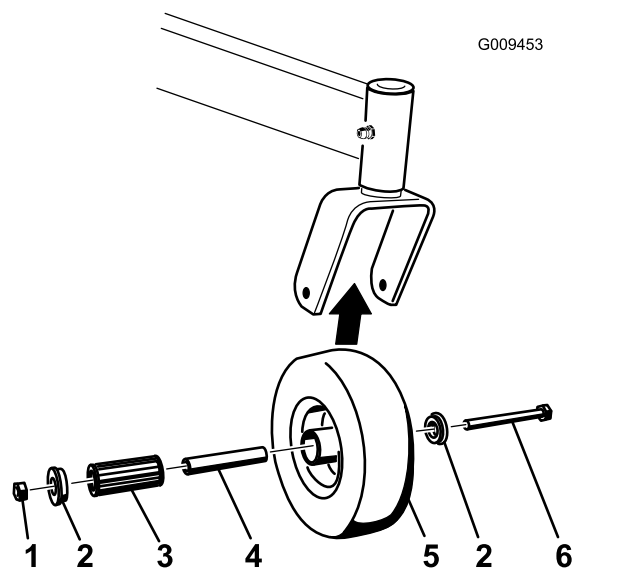

図 48
1. キャスタホイールをキャスタフォークに固定しているロックナットとホイールボルトを外す 図 48。
2. ブッシュを1つ外し、次にスパナブッシュとローラベアリングをホイールハブから抜き出す 図 48。
3. ホイールハブからもう1つのブッシュを取り出し、ハブについているグリスや汚れを落とす 図 48。
注 破損・摩耗しているパーツは交換する 図 48。
5. ホイールハブにブッシュ1つを入れる 図 48。
6. ローラベアリングとスパナブッシュにグリスを塗ってホイールハブに取り付ける 図 48。
7. ホイールハブに残りのブッシュ1つを入れる 図 48。
8. キャスタホイールをキャスタフォークに取り付け、ホイールボルトとロックナットで固定する 図 48。
9. スパナブッシュがキャスタフォークの一番奥に当たるまでロックナットを締め付ける 図 48。